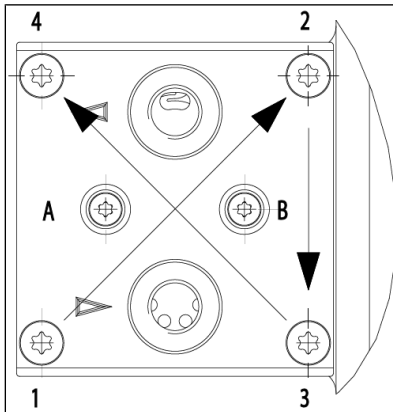

Abb. 5 Kopfschrauben anziehen
1. Entfernen Sie die Ventilplatten/Dichtungen (12) von der Zwischenplatte (6).
2. Prüfen Sie die Ventilsitze, Zwischenplatte (6) und Kopfdeckel (5) auf Verunreinigung und Beschädigung. Reinigen Sie die Teile ggf.
4. Legen Sie die neue Ventilplatten/Dichtungen (12) in die Ventilsitze der Zwischenplatten (6) ein.
5. Setzen Sie den Kopfdeckel (5) entsprechend der Filzstiftmarkierung auf die Zwischenplatte.
6. Prüfen Sie die Zentrierung des Kopfdeckels (5) durch leichte seitliche Bewegung.
7. Verbinden Sie Kopfdeckel (5) und Zwischenplatte (6). Schrauben Sie dazu die Schrauben (3; Abb. 5: A + B) mit Tellerfeder (11) und Passscheiben (10) ein, bis der Schraubenkopf flächig aufsitzt, d. h. gerade
2. Setzen Sie die Druckplatte (4) entsprechend der Filzstiftmarkierung auf den Kopfdeckel.
3. Schrauben Sie die Schrauben (1) mit Tellerfeder (11) ein und ziehen Sie diese entsprechend der Reihenfolge 1-2-3-4 (siehe Abb. 5) über Kreuz mit 1 Nm leicht an.
5. Ziehen Sie die Schrauben (1) mit Tellerfeder (11) entsprechend der Reihenfolge 1-2-3-4 (siehe Abb. 5) über Kreuz fest. Anziehdrehmoment: 2,1Nm.
6. Ziehen Sie anschließend die Schrauben (3; Abb. 5: A + B) mit einer weiteren Viertel Umdrehung an (Anziehdrehmoment 30 Ncm) und bringen Sie die Schraubenabdeckungen (2) an.